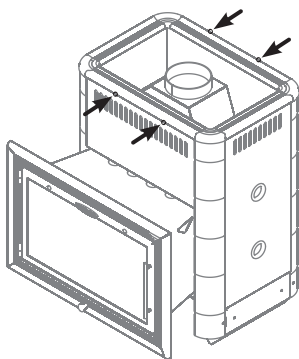

Рисунок 5. Демонтаж рамки конвектора печи «Витрувия II»
1. Снять рамку конвектора, открутив 4 самореза (рисунок 5);